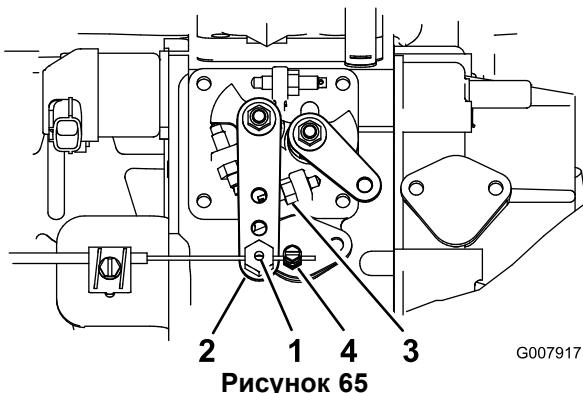

Рисунок 65
- Ослабьте соединитель на тросике дроссельной заслонки рядом с рычагом насоса для впрыска топлива(Рисунок 65).
- Удерживайте плечо рычага насоса для впрыска топлива прижатым к упору высокой частоты холостого хода (Рисунок 65).